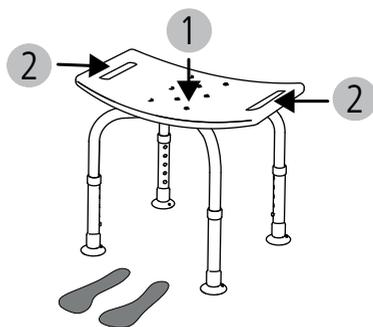

fig. 5
1. Sono disponibili 6 diverse altezze regolabili. Per regolare l'altezza premere i pulsanti a molla delle gambe telescopiche (fig. 5, 1).
2. Regolare le gambe telescopiche sull'altezza desiderata (fig. 5, 2) fino anche il pulsante a molla non fuoriesce dal foro e si blocca (fig. 5, 1).
1. Prima di sollevare il prodotto è necessario staccare dal pavimento tutti i piedini a ventosa. A tale scopo tirare la sporgenza del piedino a ventosa (fig. 5, 3).